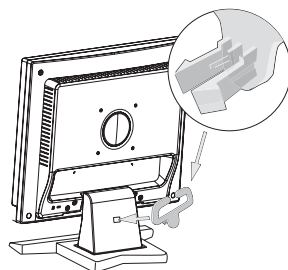

图 2
1. 将线卡上的突出点插入支架颈部的小孔中 (图 2)。请注意: 请确定突出点要完全稳固下来。